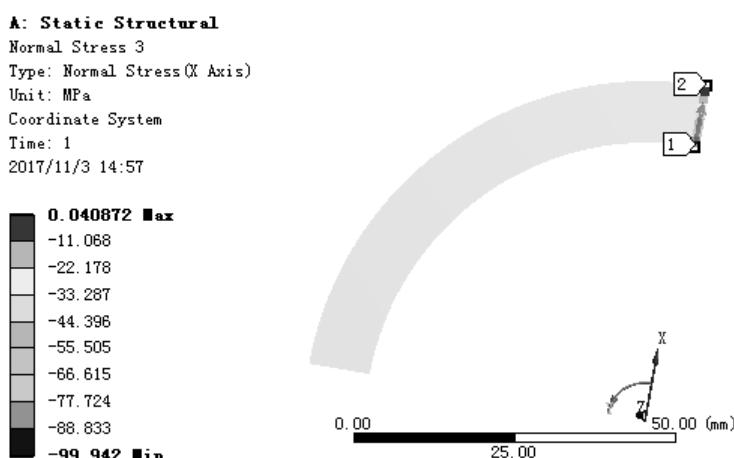

图 7.5.39 径向应力(路径 Path)结果图解
(5) 查看沿路径 Path 径向应力结果图解。在“Outline”窗口中选中 Normal Stress 3，查看图 7.5.39 所示的径向应力(路径 Path)结果，其最小应力为 -99.942 MPa，最大应力为 0.040872 MPa；